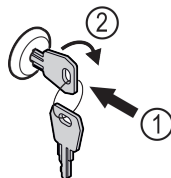

Fig. 190
- ▶ Włożyć kluczyk. Fig. 190 (1)
- ▶ Przekręcić kluczyk o 90° w prawo. Fig. 190 (2)